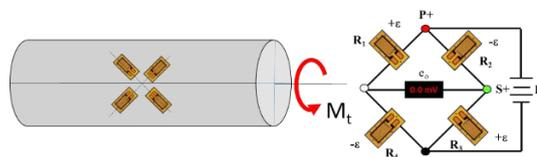

Figura 15.
- **Torsione.** La deformazione di una struttura soggetta ad una coppia torcente  $M_t$  ha una direzione a  $45^\circ$  rispetto l'asse longitudinale della struttura stessa. Per misurare la coppia torcente viene usata una configurazione a ponte intero con gli estensimetri disposti a  $45^\circ$  rispetto l'asse longitudinale come riportato nella *figura 15*: